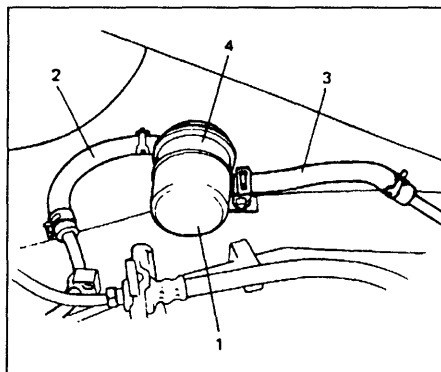

Рис. 13. Шланги топливного фильтра. 1 - топливный фильтр, 2 - к топливному насосу, 3 - от топливного бака, 4 - хомут.
- 3) Отсоедините входной (от бака) 3 и выходной (к топливному насосу) 2 шланги от топливного фильтра 1 (рис. 13).
- 1) Установите фильтр вместе с хомутом, подсоедините входной (от бака) 3 и выходной (к топливному насосу) 2 шланги к топливному фильтру 1 (рис. 13).